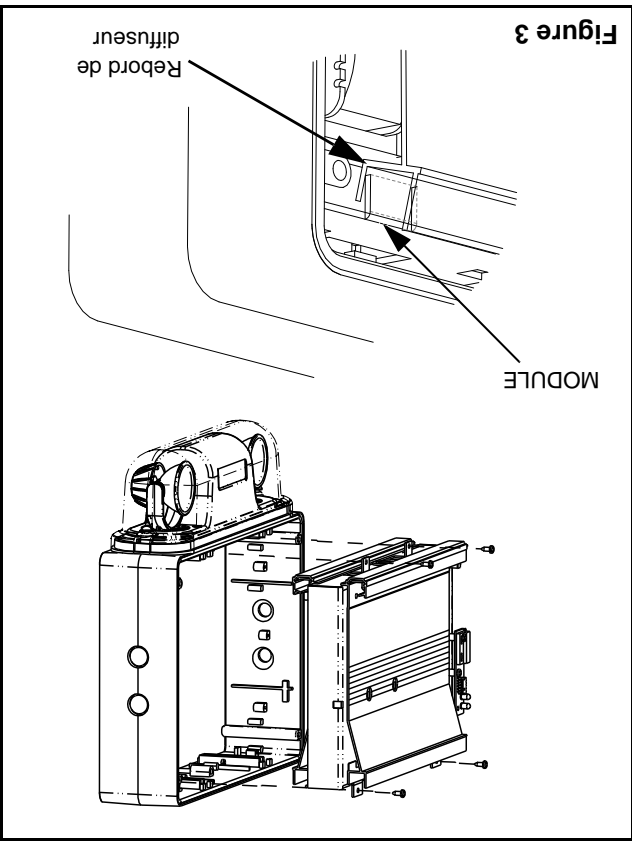

Figure 3
- Pour accéder aux trous défonçables du cadre, retirer les 4 vis retenant le module électronique au cadre afin de les séparer (voir figure 3). Débrancher les fils des lampes avant d'enlever le module.
- Pour les modèles à double face: Assurez-vous avant de remettre en place le module électronique, d'installer à nouveau le diffuseur (10), en enclenchant sa partie supérieure en premier dans le module électronique et par la suite, en vissant sa partie du bas (voir fig.3).
- Retirer les 4 vis retenant le module électronique au cadre afin de les séparer (voir figure 3). Débrancher les fils des lampes avant d'enlever le module.